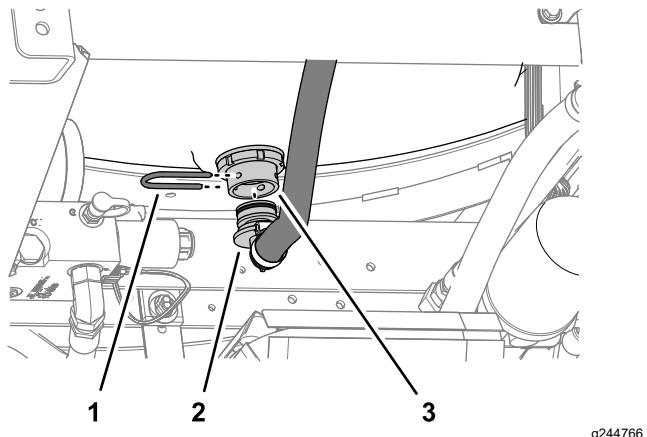

Рисунок 3
3. В нижней части промывного бака снимите крепежную вилку, с помощью которой прямоугольный штуцер шланга подачи подсоединяется к переходному штуцеру (Рисунок 3).
4. Снимите прямоугольный штуцер с переходного штуцера (Рисунок 3).